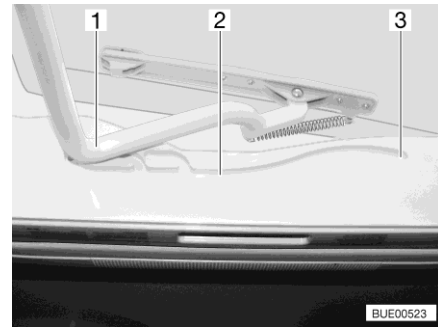

Bild 108 Führung (Heki-Dachhaube)
- Den Bügel (Bild 108,1) in den Führungen (Bild 108,2) bis in die hinterste Position (Bild 108,3) ziehen.
- Den Bügel (Bild 108,1) mit beiden Händen leicht nach oben drücken.
- Den Bügel in den Führungen (Bild 108,2) bis zur gewünschten Stellung ziehen.